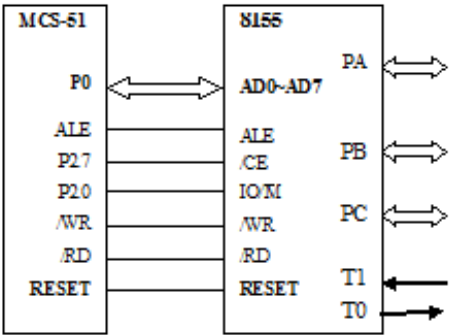

图 9.2 8155 与单片机的连接方法
4. 8155 与 MCS51 接口方式如图 9.2 所示，请求出 8155 各部分地址。并编程将立即数 45H 送入 8155 内部 RAM 的 32H 单元。
5. 8155 与 MCS51 接口方式如图 9.2 所示，写一段程序，实现读出 8155 的 7EF1 单元的程序。
6. 8155 与 MCS51 接口方式如图 9.2 所示，编程将立即数 41H 写入 8155 的 RAM 的 7E20 单元。